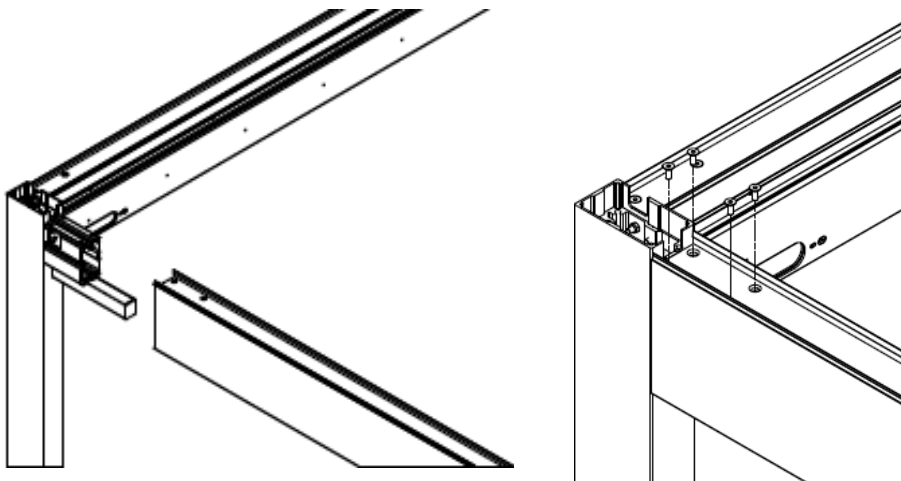

Abbildung 21
8. Auf die Querrahmenpfosten auf der Seite des Winkelüberlaufs einen Längsträger aufschieben (Abb. 21-links).
10. Vermeiden Sie beim Aufschieben ein Abstreifen der Dichtungsschicht und drücken Sie das EPDM erst nach dem Ausrichten der Konturen der Bohnen an die Wand des Trägers. Befestigen Sie den Überlauf mit 2 konischen Schrauben M5x8 (in den äußeren Bohnenöffnungen mit Vertiefungen) (Abb. 21-rechts).
11. Befestigen Sie den Längsträger mit 4 konischen Schrauben M8 x 20 mit Innensechskant (Abb. 21 rechts) an der Oberseite der Trägerkammer am Pfosten.